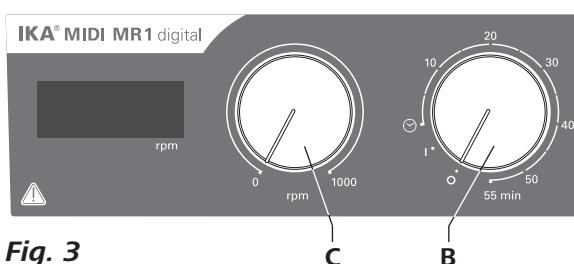

Fig. 3
- ⇒ 开启仪器时，顺时针转动“**开/关**”和“**定时**”旋钮(B, 见Fig. 3)至“1”位置。
- ⇒ 开启仪器时，顺时针转动“**开/关**”和“**定时**”旋钮(B, 见Fig. 3)至“0”位置。
- ⇒ 转动“**转速**”旋钮(C, 见Fig. 3)设定马达转速。马达转速可在0到1000 rpm (**MIDI MR 1 digital**)以及0到600 (**MAXI MR 1 digital**)范围内调整。